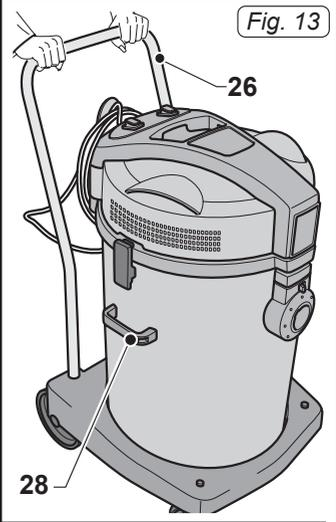
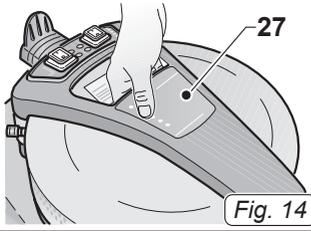

Fig. 13
Fig. 14
- Das Gerät ist mit Rädern ausgerüstet und somit kann es mit Hilfe der entsprechenden Handgriffe bewegt oder mit Hilfe des Handgriffs (26 Abb. 13) weggeschoben werden)
- Um das Gerät zu heben, in der Version mit Einzel-Motor, die Finger in den entsprechenden Griff (27 Abb.14) am oberen Teil des Deckels einfügen, oder das Gerät mit zwei Personen an den Griffen (28 Abb. 13) anfassen und heben.